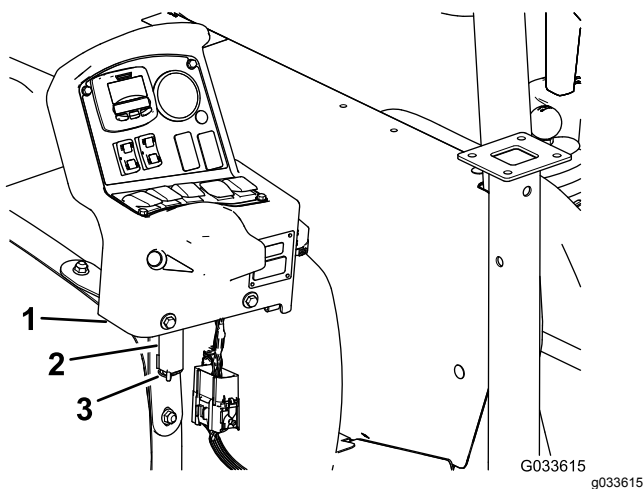

Figura 132
7. Rimuovete il quadro di comando dalla staffa di montaggio di comando sul cruscotto della macchina e allineate il perno di articolazione sul quadro di comando con la staffa d'immagazzinamento sulla fascetta del serbatoio anteriore (Figura 132); fate riferimento a Installazione del quadro di comando sulla macchina \(pagina 20\).
8. Montate il quadro sulla staffa e fissate il perno di articolazione alla staffa con la coppiglia (Figura 132).